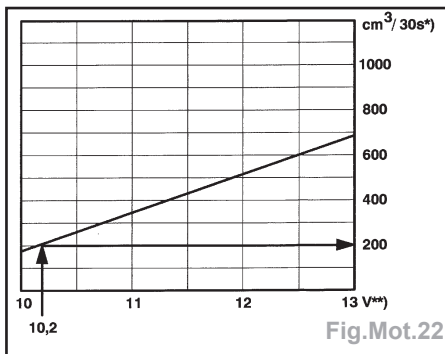

Fig.Mot.22
- Ouvrir le robinet du dispositif de mesure de pression. La manette est tournée dans le sens de l'écoulement (A).
- Comparer le débit refoulé à la valeur consignée (Fig.Mot.22).